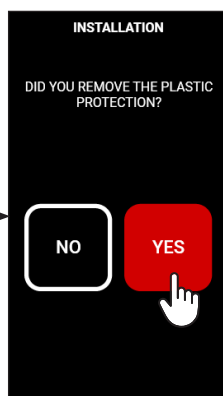

fig.10
- Bekræft meddelelsen på skærmen ved at klikke på JA (kun efter at have fjernet plastikbeskyttelsen) (fig.10);